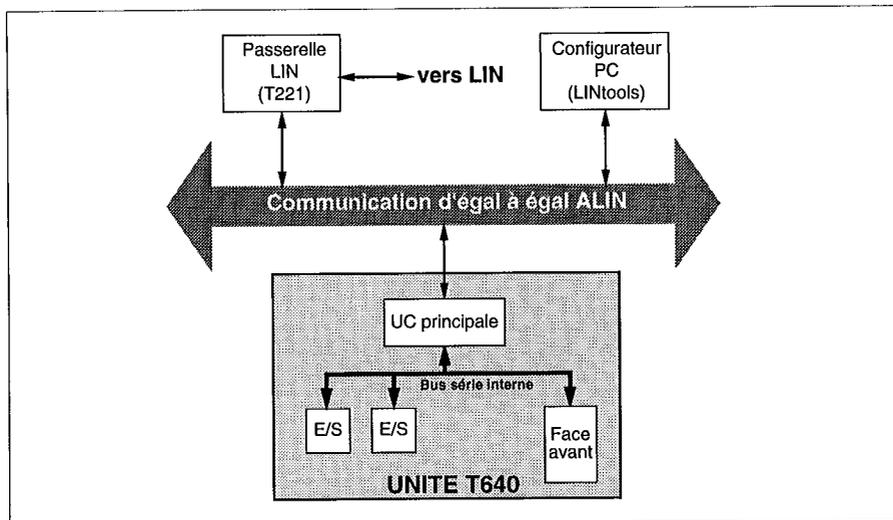

Figure 9-2 Schéma de principe des communications du réseau LIN
**Communications ALIN d'égal à égal.** Une version haute vitesse (2,5 Mbaud) courte distance du LIN, l'ALIN est le canal de communication principal de l'instrument, utilisée pour la configuration, la supervision et les communications inter-instruments. Voir figure 9-2. Toutes les fonctions du réseau LIN — liaisons des blocs, écritures dans les champs, transferts de fichiers, etc. — sauf la redondance des canaux, sont également gérés. Les réseaux ALIN et LIN peuvent être interconnectés par une passerelle T221.